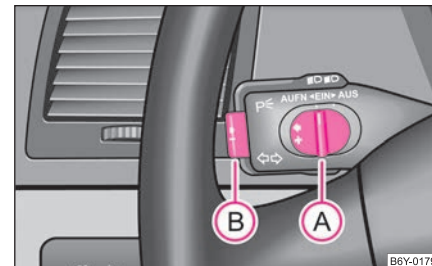

Fig. 95 Manette de commande: Touche et bouton-poussoir du régulateur de vitesse
- Poussez le bouton-poussoir **A** ⇒ fig. 95 sur la position **ON**.
- Vous pouvez **augmenter** la vitesse mémorisée sans appuyer sur la pédale d'accélérateur en actionnant le bouton-poussoir **(A)** ⇒ page 89, fig. 95 vers la gauche pour le mettre sur la position **RES**.
- Si vous relâchez la touche à une vitesse inférieure à 30 km/h, la vitesse n'est pas mémorisée, la mémoire est effacée. La vitesse doit être de nouveau mémorisée avec la touche **(B)** ⇒ page 89, fig. 95 après l'augmentation de la vitesse au-dessus de 30 km/h. ■
- Vous pouvez également couper le régulateur de vitesse en poussant le contacteur **(A)** ⇒ page 89, fig. 95 vers la droite - sur la position intermédiaire devant la position **OFF**. Le bouton-poussoir revient ensuite automatiquement en position **ON**.
La **reprise** de la vitesse mémorisée ne peut avoir lieu qu'en relâchant la pédale de frein ou la pédale d'embrayage, en relâchant seulement la pédale de frein sur les véhicules avec boîte de vitesses automatique et après avoir poussé brièvement le bouton **(A)** ⇒ page 89, fig. 95 à fond vers la gauche sur la position **RES**.
- Poussez le bouton **(A)** ⇒ page 89, fig. 95 à fond vers la droite sur la position **OFF**. ■